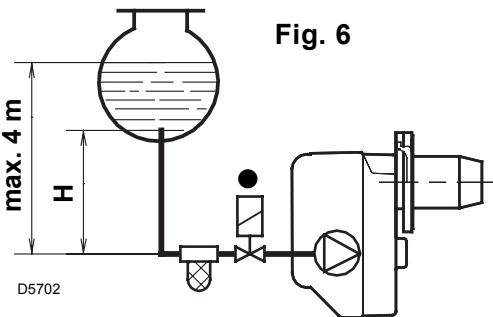
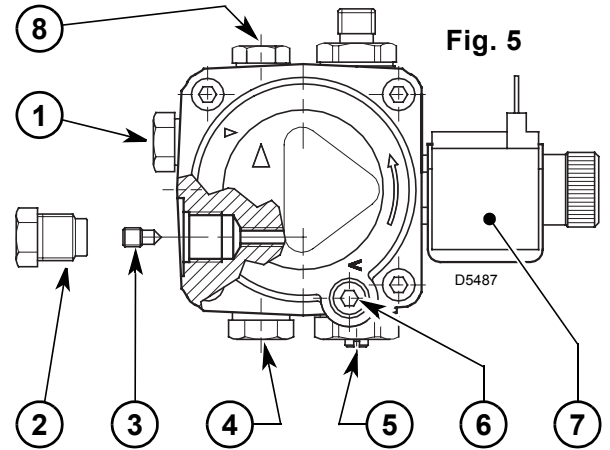

Fig. 6
Fig. 5
- La pompe est prévue pour un fonctionnement en bitube. Pour le fonctionnement en mono-tube, il faut dévisser le bouchon de retour (2), enlever la vis de by-pass (3) et ensuite revisser le bouchon (2), (voir fig. 5).
Dans l'installation en fig. 6, il faut desserrer le raccord du vacuomètre (5, fig. 5) jusqu'à la sortie du combustible.
Elle est réglée à 12 bar en usine. Pour modifier ce réglage, jouer sur la vis (4, fig. 5, page 4).